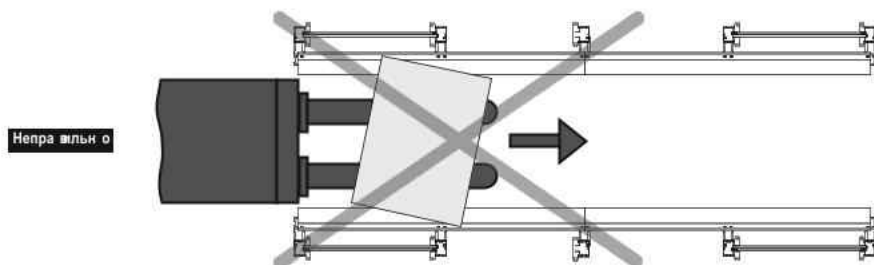

Рисунок 12 - Грузовая единица на вилках погрузчика, установленная с перекосом
- Не допускается въезжать в стеллаж с грузовой единицей, установленной на вилках грузоподъемной техники с перекосом (рис. 12);